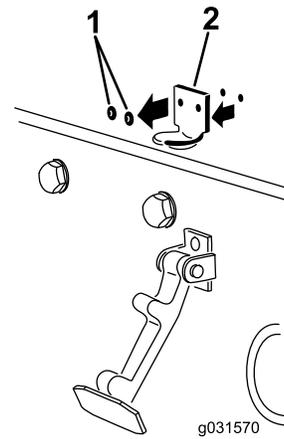

Figure 6
2. Retirez les 2 rivets qui fixent le support de loquet au capot (Figure 6).